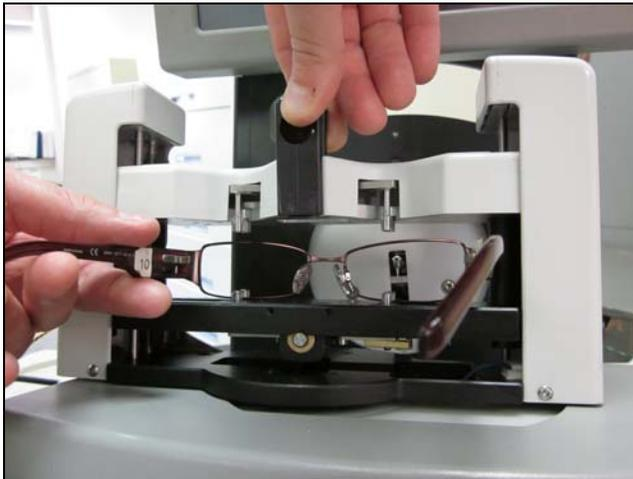

Figura 3.1a: Colocación de una montura.
2. Sostenga la montura que trazará de las patillas, como se muestra en la Figura 3.1a. Coloque el cable de ojo inferior del marco entre los bordes pizca inferiores.